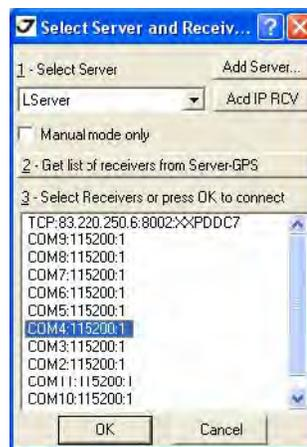

Рисунок 3-4. TriVU. Выбор порта
9. Запустите TriVU. Выберите порт компьютера, к которому подключен TRIUMPH-1, и нажмите ОК (Рис. 3-4).